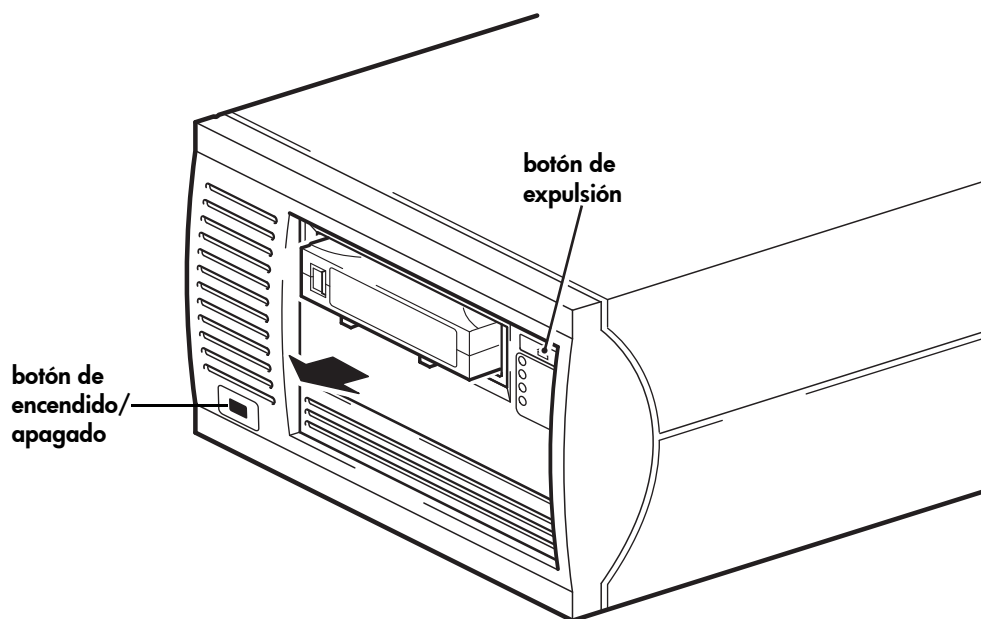

Figura 7b: descarga de un cartucho
- 1 Presione el botón de expulsión del panel frontal. (Véase la Figura 7b.)